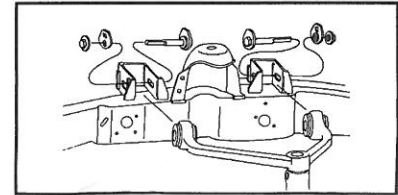

Figure No. 2
- 12.) Apriete cada ensamble de excéntrica a una torsión de 113 a 153 Nm (84 a 112 Lbs. Pie). (vea la figura No. 2.)